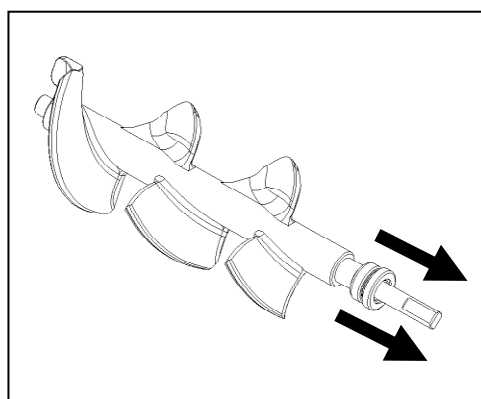
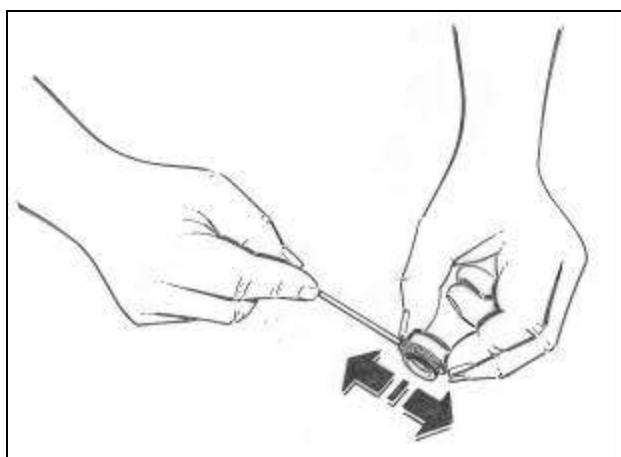

Fig. 13
Fig. 14
- **R**imuovere la tenuta posteriore (fig.13) e pulirla accuratamente con lo scovolino in dotazione in modo da rimuovere tutti i residui di cibo eventualmente presenti (fig.14).